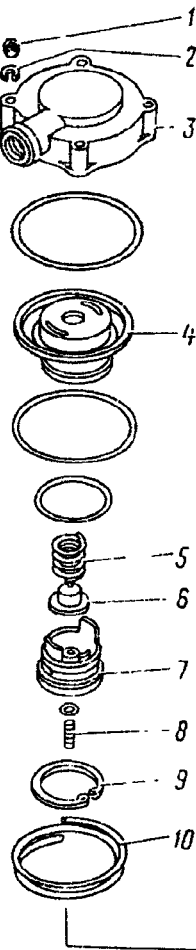

Рис. 321. Клапан управления тормозными системами прицепа с двухпроводным приводом:
2. Отверните гайки 1 (рис. 321) болтов 18 с шайбами 2 крепления верхнего корпуса 3 к среднему корпусу 17	Ключ 13 мм, торцовый ключ 13 мм